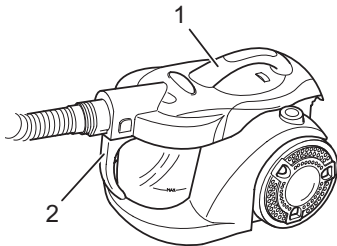

Abb. 14
■ Zum **Transport** können Sie den Bodensauger am Tragegriff (Abb. 14/1) oder dem Transportgriff (Abb. 14/2) tragen.